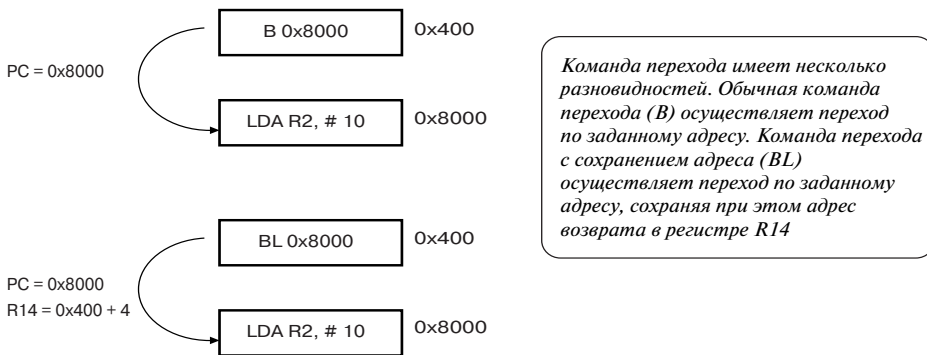

Рис. 1.10. Команды перехода B и BL
Базовая команда перехода (B), как следует из ее названия, позволяет выполнять переход в диапазоне до 32 Мбайт как вперед, так и назад. Модифицированная версия команды, команда перехода с сохранением адреса (BL), выполняет ту же операцию, однако при этом сохраняет в регистре связи текущее значение PC, увеличенное на четыре (Рис. 1.10).